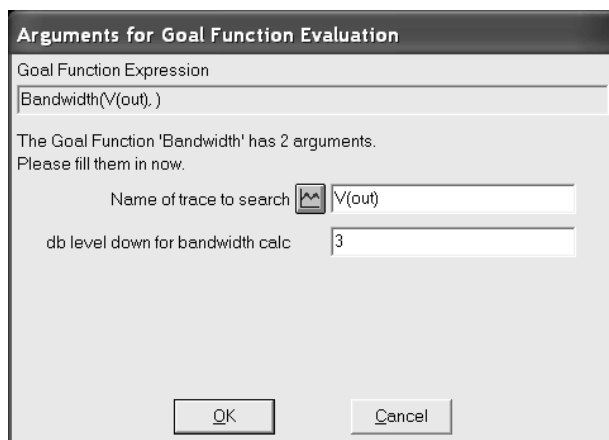

Figura 5.78. Fereastra de editare a argumentelor funcțiilor țintă
- c. Completați casetele *Name of trace to search = V(out)* și *dB level ... = 3*, ceea ce înseamnă că vom determina banda de trecere la 3 dB pentru ieșirea din filtru V(out) (figura 5.78).